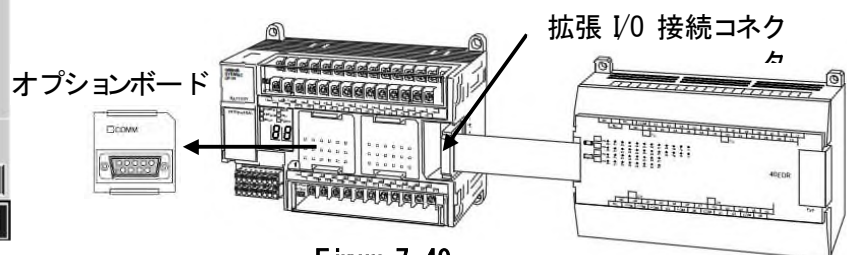

Figure 7-49
- 対処 : ① 電源を再投入してください。
② 電源を切って、CPUユニットと拡張 I/O ユニット間のコネクタを抜差し、オプションボードを抜差しして、電源を再投入してください。(Figure 7-49)
③ 改善されない場合は、CPUユニットを交換してください。